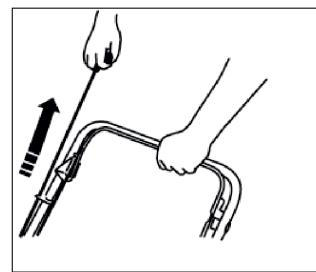

Рис. 14
3. Потяните за ручку стартера до ощутимого сопротивления, затем резко дерните за ручку стартера (Рис. 14). Двигатель запуститься. Нож начнет вращаться одновременно с запуском двигателя. Если двигатель не запустился с первого раза, продолжайте процедуру запуска двигателя.